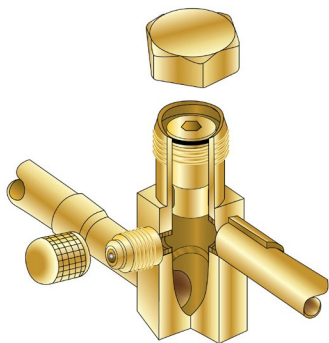

Figura 6-12: Válvula de Servicio de Dos Posiciones Completamente Abierta
1. Completamente Abierto es cuando el vástago de la válvula se gira en sentido contrario a las agujas del reloj casi por completo. Completamente abierto no es técnicamente un asiento en el respaldo ya que el puerto de servicio no se sella por el vástago de la válvula que está completamente hacia arriba. Por el contrario, el núcleo de la válvula sella el puerto, lo que impide que la presión se escape (Ver la Figura 6-12).